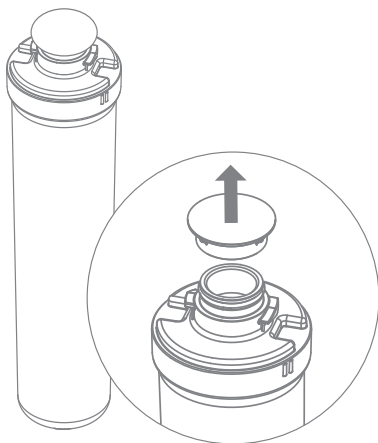

Рис. 21
3. Удалите защитные колпачки с картриджами (рис. 21).